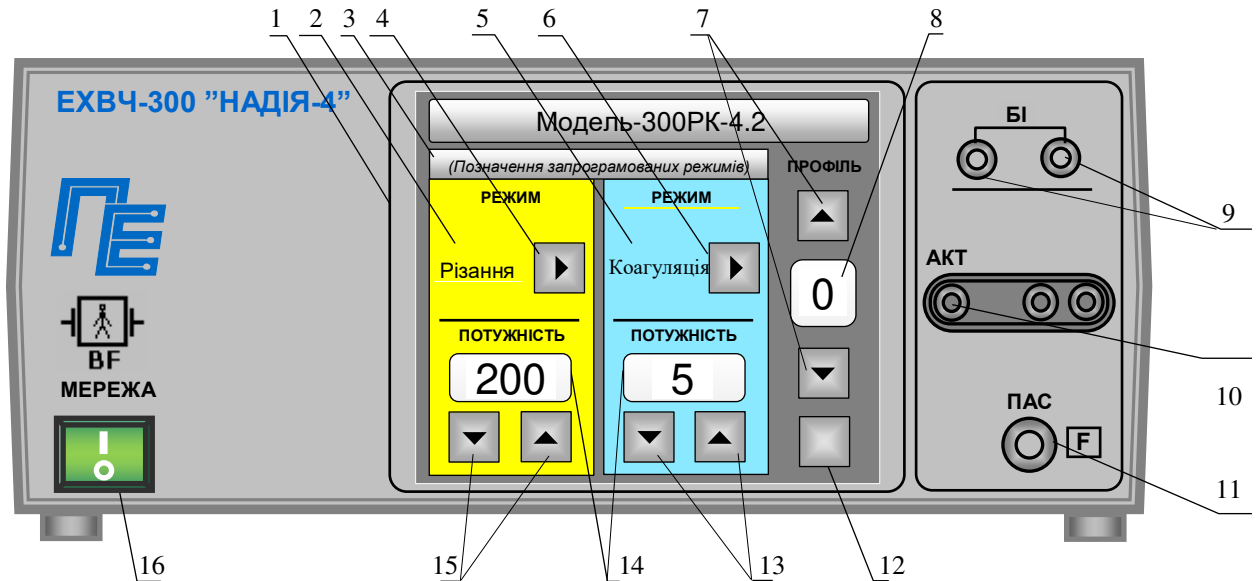
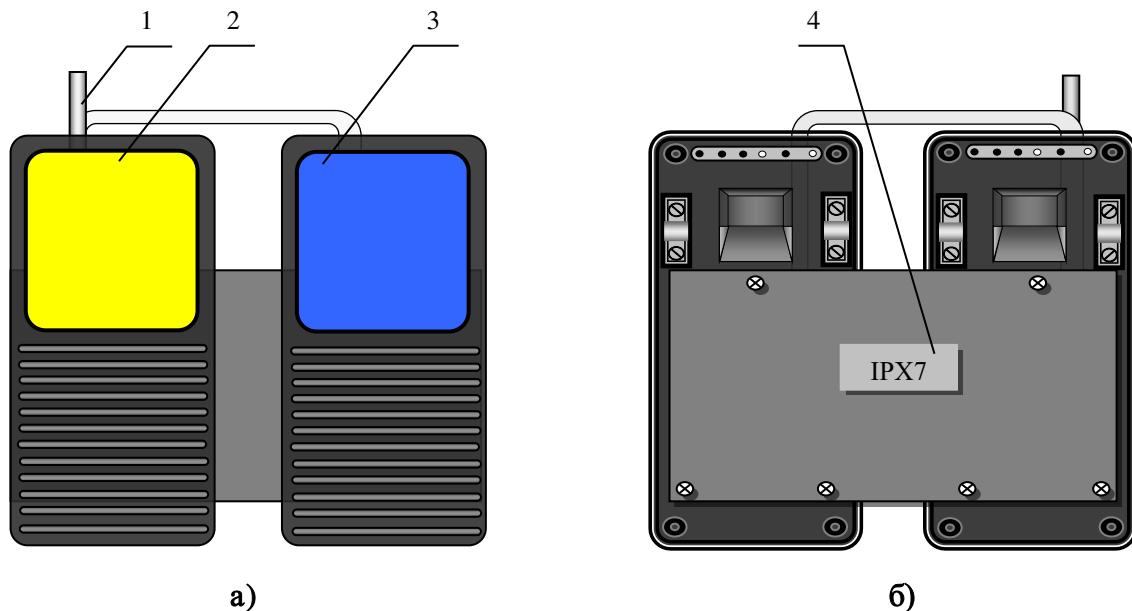

Рис.1. Передня панель електронного блоку
Рис. 3. Ножна педаль
- світлову індикацію автоматичного тестування аварійного стану апарата. При цьому на індикаторах 14 (рис. 1) висвітлюється **«УВАГА! Виникла критична помилка. Будь ласка, перезавантажте систему!»**;
Конструктивно апарат виконаний у вигляді двох окремих блоків - електронного блоку (рис. 1,2) і ножної педалі (рис. 3).
Позначення на рис. 1.
Позначення на рис.3.
Конструкція ножної педалі (рис.3) є підлоговою конструкцією, на якій розташовано дві рухомі платформи: ліва (1) - для включення виду роботи РІЗАННЯ, права (2) - КОАГУЛЯЦІЯ.
- включити апарат, для чого встановити вимикач “МЕРЕЖА” в положення “І”. При цьому вмикається світлова індикація індикатора “МЕРЕЖА” (16, рис.1), На протязі 2-5 сек. на моніторі відображається завантаження даних.
- перевірити переключення режимів роботи, для чого послідовно натискаючи кнопку (4, 6 рис.1), переконатися, що апарат перемикає відповідні режими;
- перевірити регулювання рівня вихідної потужності, для чого, натиснувши кнопки управління (13, 15 рис. 1), переконатися, що відбувається збільшення (зменшення) показань індикаторів (14, рис.1) рівня вихідної потужності.
- перевірити систему контролю ланцюга пасивного (нейтрального) електрода. Для цього необхідно встановити режим МОНО на індикаторі РІЗАННЯ (або КОАГУЛЯЦІЯ) та від'єднати пасивний електрод від роз'єму 11 (рис.1). На моніторі висвітлиться транспарант з надписом «Увага! Обрив пасивного електрода. Будь ласка, перевірте з'єднання!»
Для встановлення профілю необхідно включити апарат, за допомогою кнопок вибору профілю (3, рис.1) встановити номер профілю 0 (8, рис.1), встановити необхідний режим роботи та вихідну потужність, натиснути ліву платформу педалі при виборі режиму РІЗАННЯ або праву, при виборі режиму КОАГУЛЯЦІЯ. Апарат автоматично запам'ятовує вибраний режим роботи та рівень вихідної потужності.
- 1- натиснути кнопку 3 (рис.1). Монітор переключиться в режим клавіатури;
При необхідності встановлення часу автоматичного вимикання вихідної потужності необхідно натиснути кнопку **НАСТРОЙКИ** (12, рис. 1).
При необхідності обмеження доступу до використання апарата необхідно натиснути кнопку **НАСТРОЙКИ** (12, рис. 1).